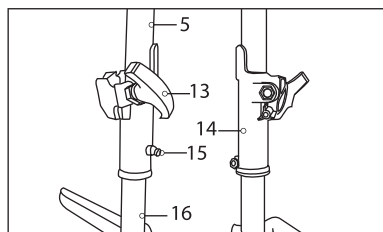

Рис. 5
Установите рукоятку (1) на верхнюю штангу (16, рис. 5). Установите нижнюю крышку (2) в сборе с амортизаторами (3) на рукоятку (1) и зафиксируйте ее винтами (4).
Установите желаемое положение дополнительной рукоятки (1) на верхней штанге (16, рис. 5) и зафиксируйте это положение, плотно затянув винты (4).